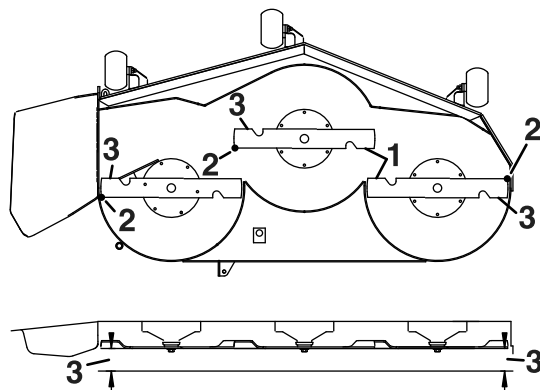

Рисунок 71
5. Измерьте расстояние от наружных режущих кромок до плоской поверхности (Рисунок 71).